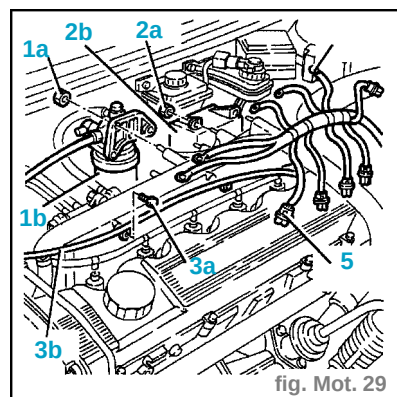

fig. Mot. 29
- Déconnecter le raccord électrique (3) du capteur de surpression.
- Déconnecter le raccord électrique (4) du régulateur de la pression sur la pompe de la pression.
- Déconnecter le raccord électrique (5) du capteur de la pression du combustible.
- Déconnecter le raccord électrique (6) du capteur de la température du combustible.
- Dévisser les écrous (1a) et déplacer le filtre du combustible (1b) du collecteur d'aspiration. (fig. Mot. 29)